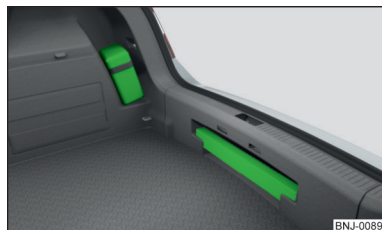
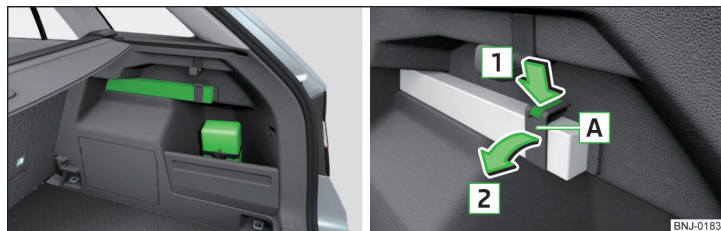

Fig. 255
Fig. 256 Posicionamiento del botiquín y triángulo reflectante de advertencia - Variante 2 / Soltar el triángulo reflectante de advertencia
Se puede fijar el botiquín con ayuda de una cinta de sujeción en el lado derecho del maletero » fig. 255 o » fig. 256.
El triángulo de advertencia puede introducirse debajo del rebaje del borde de carga » fig. 255.
Se puede fijar el triángulo reflectante de advertencia con ayuda de una cinta de sujeción en el lado derecho del maletero » fig. 256.
- » Para **soltar** el bloqueo, presionar en la banda en dirección de la flecha [1] y abrir la banda [A] en el sentido de la flecha [2] » fig. 256.